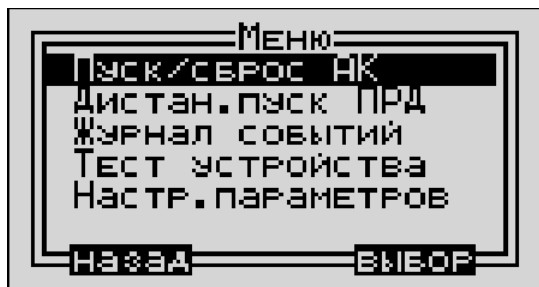
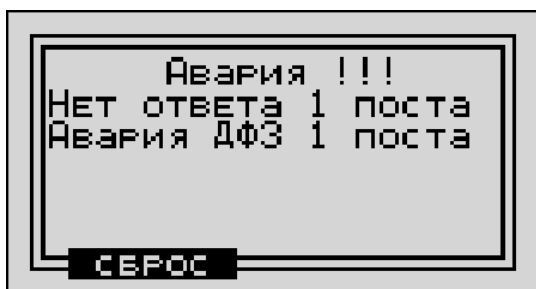

Рисунок 1.3
Рисунок 1.7
- в открывшемся окне (см. рисунок 1.3) клавишами  и  выбрать строку "НАСТР. ПАРАМЕТРОВ", а затем нажать клавишу "ВЫБОР";
Если же один или несколько импульсов не были приняты, то система АК включается на повторную контрольную проверку. Если во время повторной контрольной проверки повторяется та же неисправность, что и при первом цикле контроля, устройство АК выводит световую и текстовую информацию о неисправности, выводит защиту из действия и прекращает дальнейший обмен сигналами с другими приемо-передатчиками. При этом цепями ДФЗ разрывается цепь тока основного приемника. Возврат его в исходное состояние производится клавишей "СБРОС" меню, которое появится вместе с текстовым сообщением (рисунок 1.7) на передней панели блока БЦОС или командой "ДИСТ. СБРОС" от других приемопередатчиков. Для того, чтобы произвести дистанционный сброс, нужно зайти в меню (рисунок 1.3) из начального окна (рисунок 1.2) и выполнить операции в следующей последовательности:
- в открывшемся меню клавишами ▼ или ▲ выбрать строку "ПУСК/СБРОС АК" (рисунок 1.3), нажать клавишу "ВЫБОР";
- в открывшемся окне (рисунок 1.3) клавишами ,  выбрать строку “НАСТР. ПАРАМЕТРОВ”, нажать клавишу “ВЫБОР”.